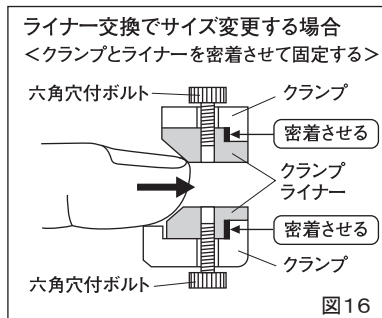

図16
- ④ ライナーを交換してサイズ変更する場合は、クランプとライナーを密着させて固定してください。(図16)